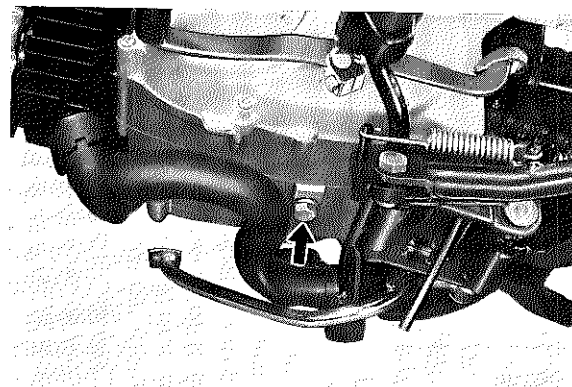

Fig. 2-3-13
- c. A drain plug is located on the bottom of the crankcase. (Fig. 2-3-13)
- c. Le bouchon de vidange se trouve sous le carter (Fig. 2-3-13).
- c. An der Unterseite des Kurbelgehäuses ist eine Ablassschraube angebracht. (Fig. 2-3-13)